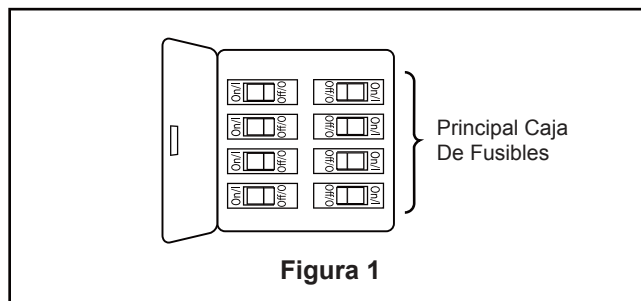

Figura 1
1. Coloque la pala sobre el motor, alineando los orificios de la pala con los orificios de la parte superior del motor giratorio. Asegúrese de que la pala esté completamente asentada en el motor giratorio e instale los 3/16"-24 tornillo de cabeza troncocónica con arandela de resorte/arandela plana y placa de pala, pero no los apriete por completo por el momento. (Figura 1)
1. Extraiga la pieza de la bola colgante de la unidad de la bola colgante / varilla aflojando el tornillo de presión de la bola colgante hasta que la bola se libere de la varilla. Retire el pasador del barral y luego extraiga la semiesfera. Conserve el pasador y la semiesfera para su reinstalación en el Paso 6. (Figura 1)
Para evitar una posible descarga eléctrica, asegúrese de cortar la alimentación eléctrica de la caja de fusibles principal antes de colgar el ventilador. (Figura 1)
1. Para configurar el código de unidad del receptor. Deslice los interruptores de código a las mismas posiciones que en el transmisor. (Figura 1)